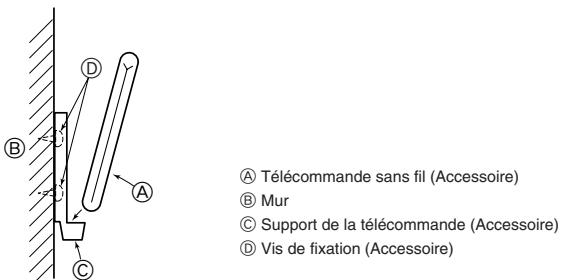

Fig. 9-1
9.1. Télécommande sans fil (Fig. 9-1)